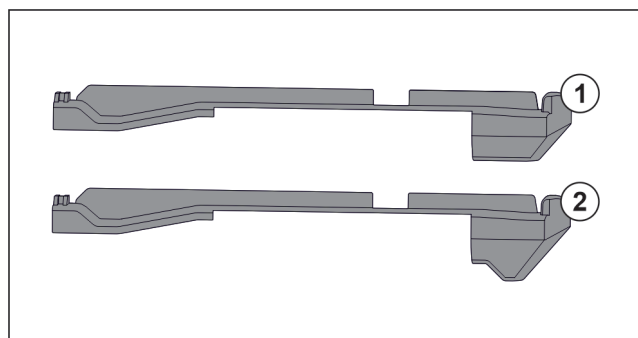

Fig. 150 对比插装件
冰箱中有两种不同的插装件。最底部抽屉上方的插装件 Fig. 150 (2) 有一个三角形的边缘。其他所有的插装件 Fig. 150 (1) 都有一个直的边缘。
- ▶ 将带有三角形边缘的插装件 Fig. 150 (2) 安装在最底部抽屉上方。
- ▶ 将带有直边缘的插装件 Fig. 150 (1) 安装到所有其他的位置上。